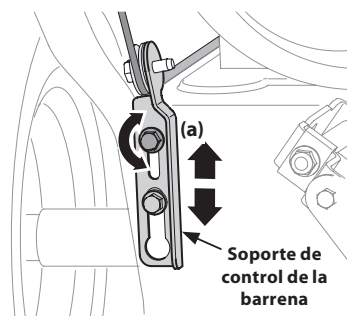

Figura 2-40
4. Deje la barrena engranada durante aproximadamente diez (10) segundos antes de soltar la palanca de control de la misma. Repita esta operación varias veces.
7. Para volver a ajustar el cable de control de la barrena, afloje el tornillo hexagonal superior del soporte de control de la barrena. Consulte Figura 2-40.
8. Ubique el soporte hacia arriba para brindar más juego (o hacia abajo para aumentar la tensión del cable). Consulte Figura 2-40.